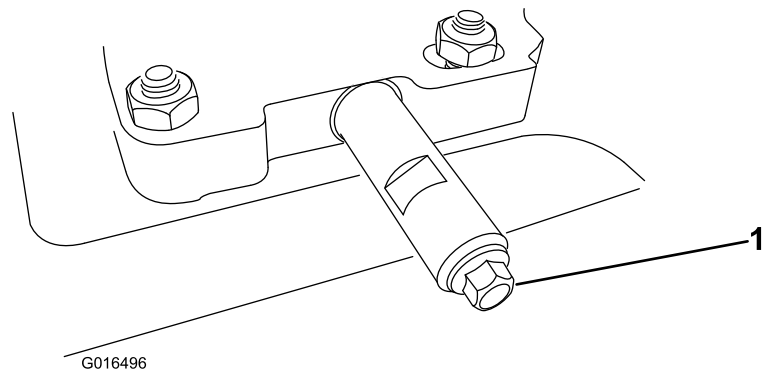

Figura 50
1. Pulite l'area attorno al tappo di spurgo dell'olio (Figura 50).